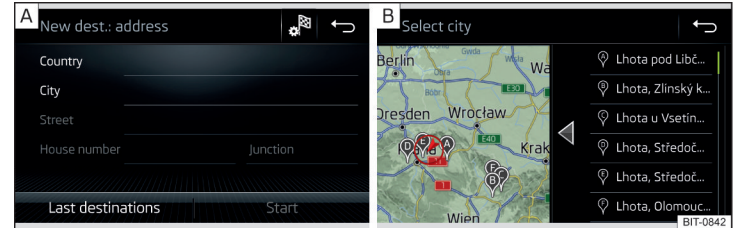

Abb. 214 Ziel über die Adresse eingeben: Hauptmenü / Liste der aufgesuchten Orte
- Die Zieladresse eingeben und anschließend bestätigen » Abb. 214 - **A**.
In Abhängigkeit von der Anzahl der aufgesuchten Orte kann automatisch eine Karte mit einer Liste der aufgesuchten Orte angezeigt werden » Abb. 214 - **B**.